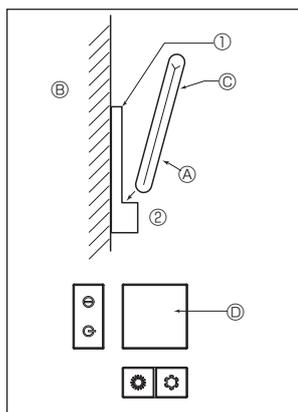

Fig. 7-7
2) Metoda ugradnje (Fig. 7-7)
- ① Pričvrstite držač daljinskog upravljača na željeno mjesto pomoću 2 urezna vijka.
- ② Stavite donji kraj poveznika u držač.